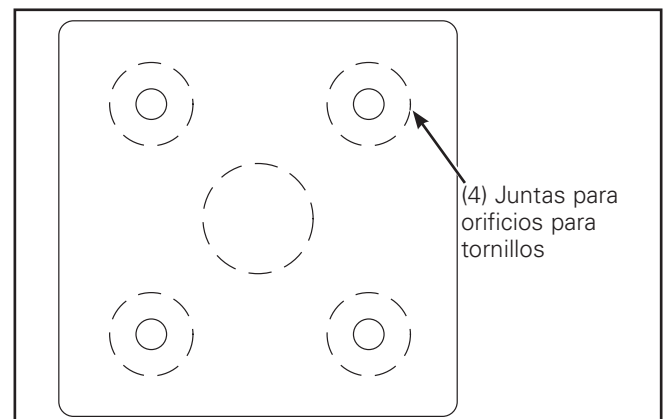

Figura 2.
5. Fije las juntas de montaje a los orificios de los tornillos, y la junta cuadrada restante al centro donde la caja de derivación se une a la pieza moldeada (Figura 2.).